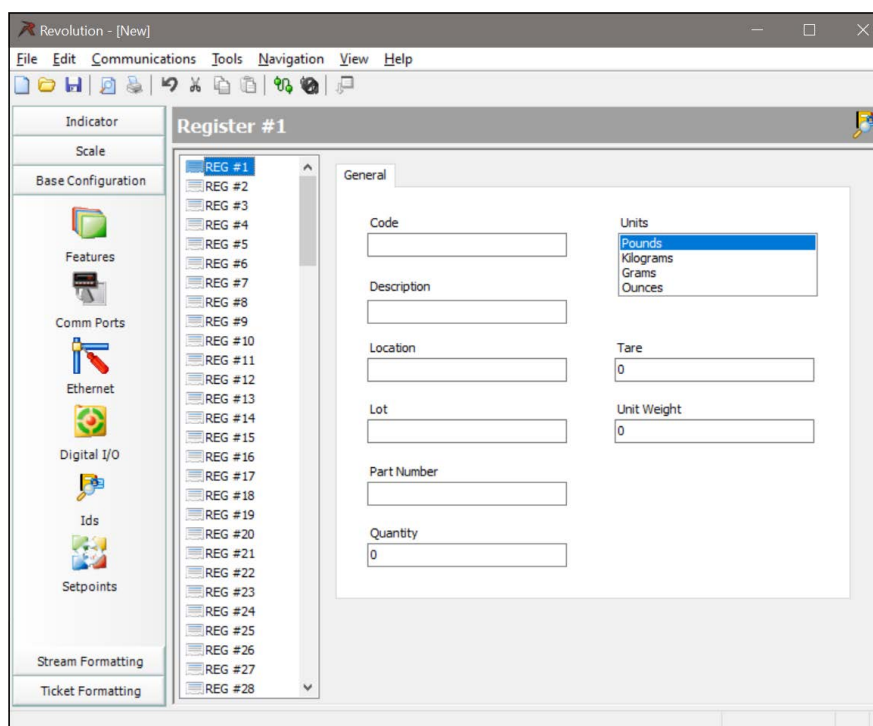

Figura 5-2. Añadir ID con Revolution
7. Seleccione REG # y añada información en las pantallas como se muestra en la Figura 5-2.